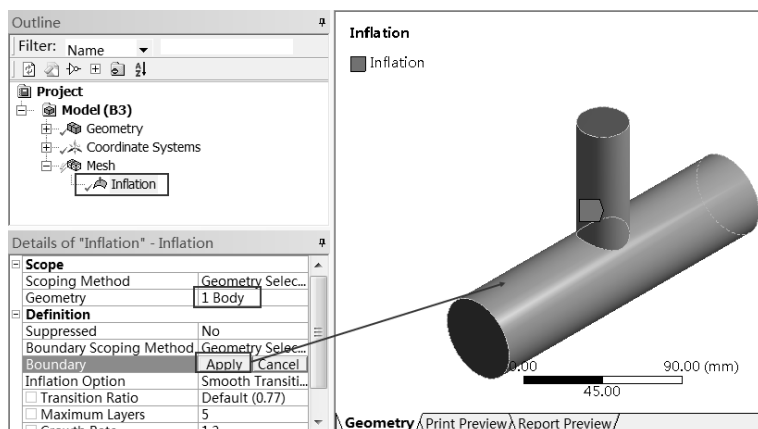

图 17-11 设置膨胀层
Step3：在如图 17-11 所示的 Details of “Inflation” 面板中做如下设置。